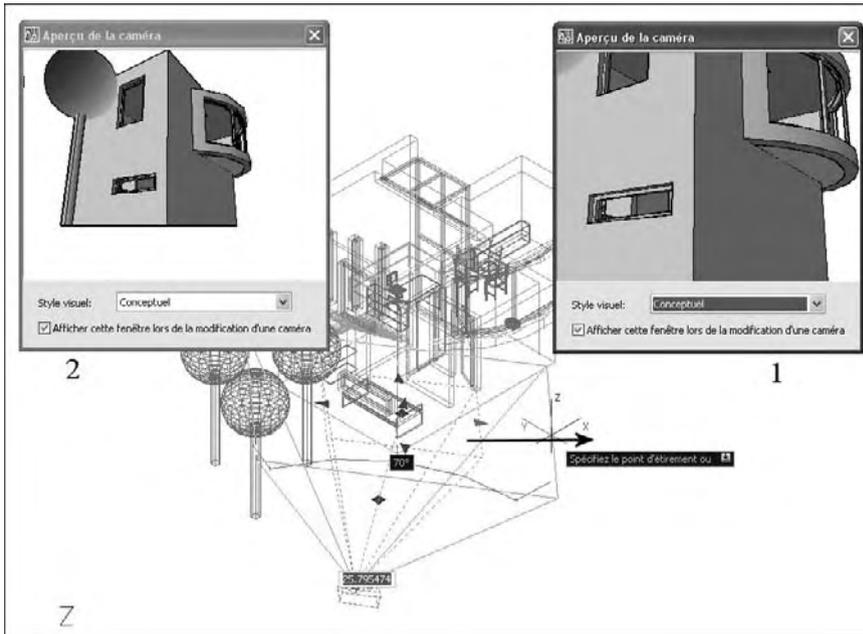

Fig.11.9
- 4 Déplacez le curseur et cliquez à l'endroit où vous voulez positionner la focale (fig.11.9).